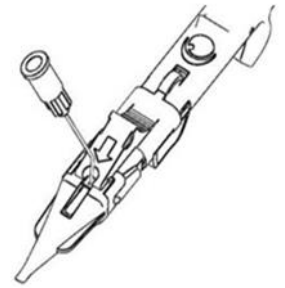

Fig. 6.
8. Introduza a cânula (23G ou superior) de uma seringa cheia de material viscoelástico na pequena abertura na frente da tampa vermelha. Injete o material viscoelástico através da abertura, como mostrado na Fig. 6. Encher o bico do cartucho até a metade do mesmo, deve ser suficiente.